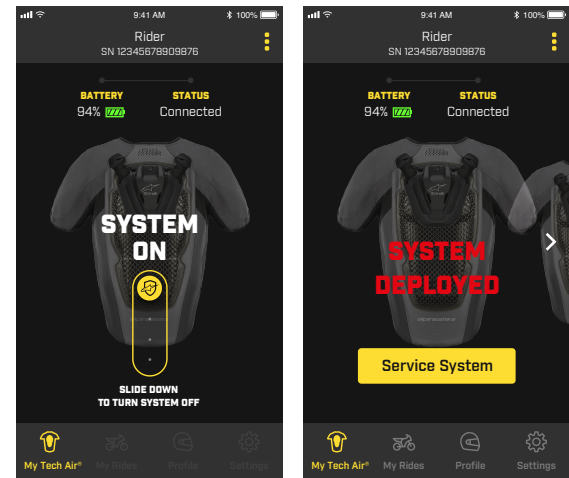

Abbildung 12
Die App liefert Informationen über den tatsächlichen Betriebsmodus des Systems, wobei überprüft wird, ob das System korrekt funktioniert oder nicht. Die auf dem Bildschirm angezeigte Anzeige "System On" zeigt an, dass der Systemcheck erfolgreich absolviert wurde und dass das System aktiv ist. Während der "System On"-Modus aktiv ist, kann der Benutzer aus Sicherheitsgründen nicht auf die meisten Funktionen der App zugreifen. Für den Fall, dass das System vom Benutzer deaktiviert werden muss, z. B. während einer schweren Geländefahrt, kann das System mit dem Schiebereglersymbol in der App ausgeschaltet werden (wie in Abbildung 12 dargestellt). Zur Reaktivierung verwenden Sie das Schiebereglersymbol oder öffnen und schließen Sie einfach die vordere Klappe (2).
Von der App aus kann der Benutzer auch den tatsächlichen Einsatz des Systems während eines Unfalls überprüfen, da der Einsatz des Systems in der App angezeigt wird (siehe Abbildung 12, in der der Systemstatus angezeigt wird).